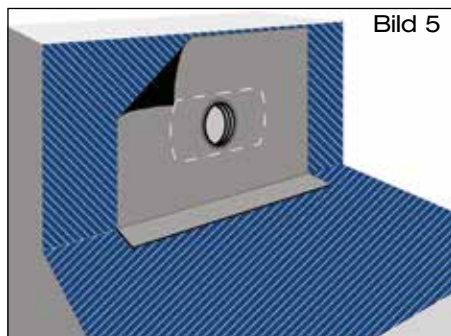

Bild 5
- 1.6 Bei bituminösen Dampfsperren sind Decke und Wand mit Bitumen-Voranstrich zu versehen (Bild 5). Hochpolymere Dampfsperren sind gemäß der Verlegevorschriften des Folienherstellers auf dem Untergrund zu fixieren.